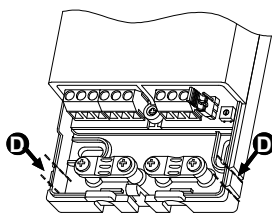

Fig. 4
**Ingresso cavi laterale:** Eliminare con una pinza adatta i denti in plastica, come indicato dalle frecce in **(D)** di Fig. 4.